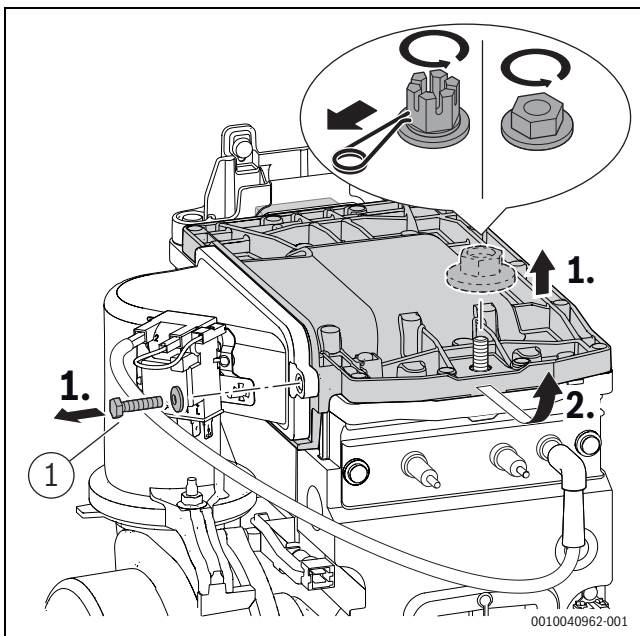

Bild 68 Brennerdeckel ausbauen
- Schraube ([1], Bild 68) am Brennerdeckel mit 5,5+0,5 Nm festziehen.